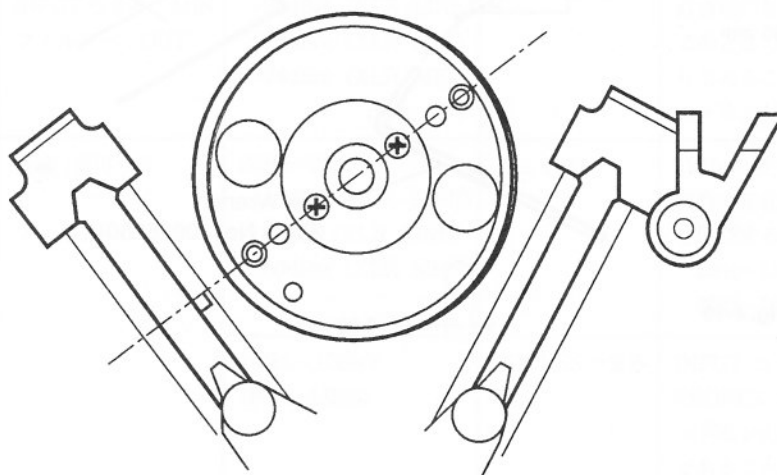
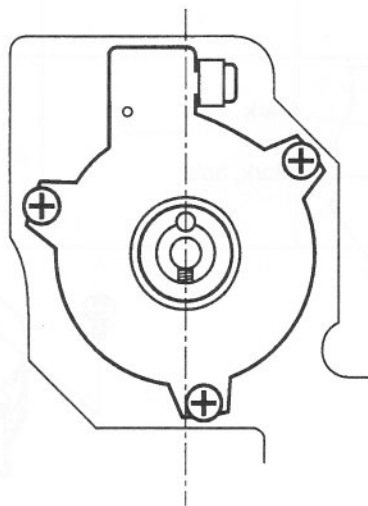

Fig. 4-13
Fig. 4-14
Using the diagrams below as a guide, match part ④ and the shaft. The Figure 4-13 shows the alignment when viewing the mechanism assembly from above and the Figure 4-14 shows the alignment viewed from below.
目安として、メカ Ass'yを上から見たときに図4-13の位置に、下側から見たときに図4-14の位置になるように取り付けてください。